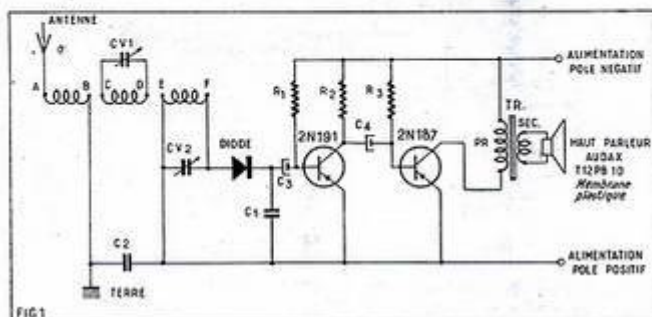
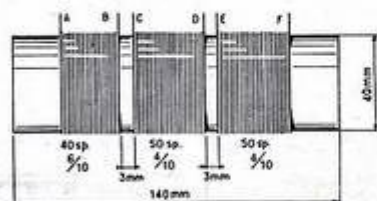

FIG. 1
FIG. 2
NOMENCLATURE DES PIÈCES NÉCESSAIRES A CETTE RÉALISATION (FIG. 1)
- AB-CD-EF = Bobinage (détails sur la figure 2).
Réalisation du récepteur (fig. 1, 2 et 10).
suffisante pour qu'on puisse alimenter un petit récepteur à deux ou trois transistors. Le voltage, qui est moins variable à la lumière que l'intensité est, nous l'avons dit de 4/10 de volt. Évidemment, cette tension est très faible, et cela nous a conduit à réaliser un récepteur spécial à deux transistors. Par spécial, nous entendons que les valeurs ohmiques des résistances utilisées, sont faibles comparativement à celles que l'on trouve dans les récepteurs à transistors destinés à être alimentés par piles. C'est la raison pour laquelle, il ne faudra pas utiliser ce récepteur sur pile, à moins de modifier convenablement la valeur ohmique des résistances qui s'y trouvent. A part ceci, c'est un excellent montage, sensible et très sélectif (triple bobinage d'accord), et cela nous a conduit à réaliser un récepteur spécial à deux circuits accordés (fig. 1 et 2). Le bobinage d'accord en question (fig. 2) est ainsi réalisé : sur un tube en bakélite, ou à défaut sur un tube en très bon isolant haute-fréquence, de 40 mm de diamètre et 140 mm de longueur, on commence à bobiner à spires jointives quarante spires de fil de cuivre 6/10
Le bobinage d'accord ultra-simple terminé, voici comment est réalisé le récepteur proprement dit (fig. 1). L'antenne est connectée au bobinage d'accord en A. La terre est connectée en B. Le bobinage GD est encadré d'un condensateur variable de 490 pF (CV1). Le bobinage EF est encadré d'un second condensateur variable de 490 pF (CV2).